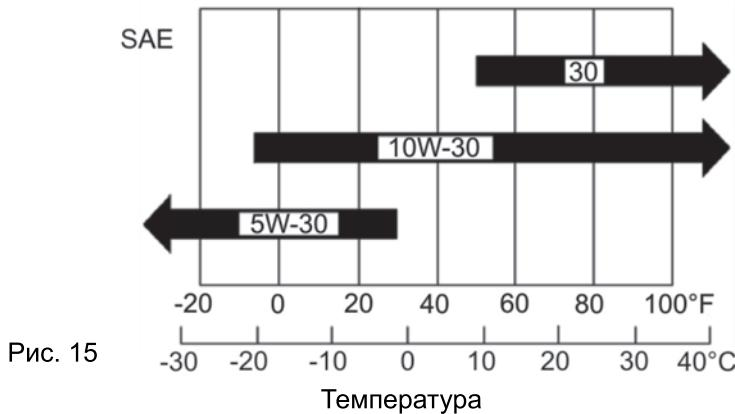

Рис. 14
3. Через маслозаливную горловину залейте моторное масло в картер двигателя до уровня нижней кромки маслозаливной горловины (Рис. 14).